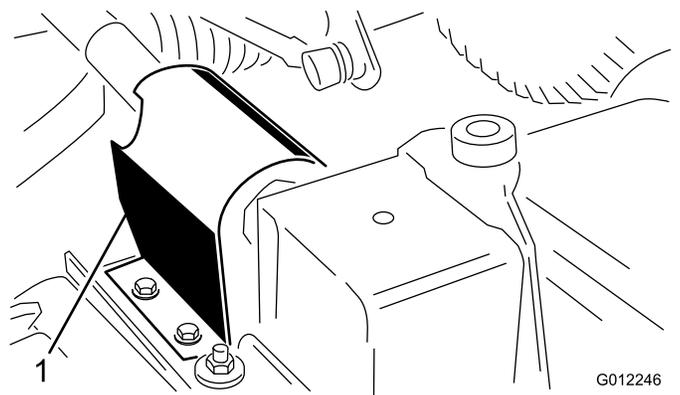

Figura 8
2. Togliete le 2 viti autofilettanti che fissano la protezione della PDF alla parte superiore della piastra di montaggio della scatola degli ingranaggi dell'apparato di taglio e rimuovete la protezione (Figura 8).
5. Fissate il supporto del giunto sferico al braccio della ruota orientabile con (2) viti a testa cilindrica (7/16 x 3 pollici), rondelle piatte e dadi flangiati (7/16 pollici). Posizionate la testa della vite a testa cilindrica e le rondelle piatte all'esterno del braccio della ruota orientabile.